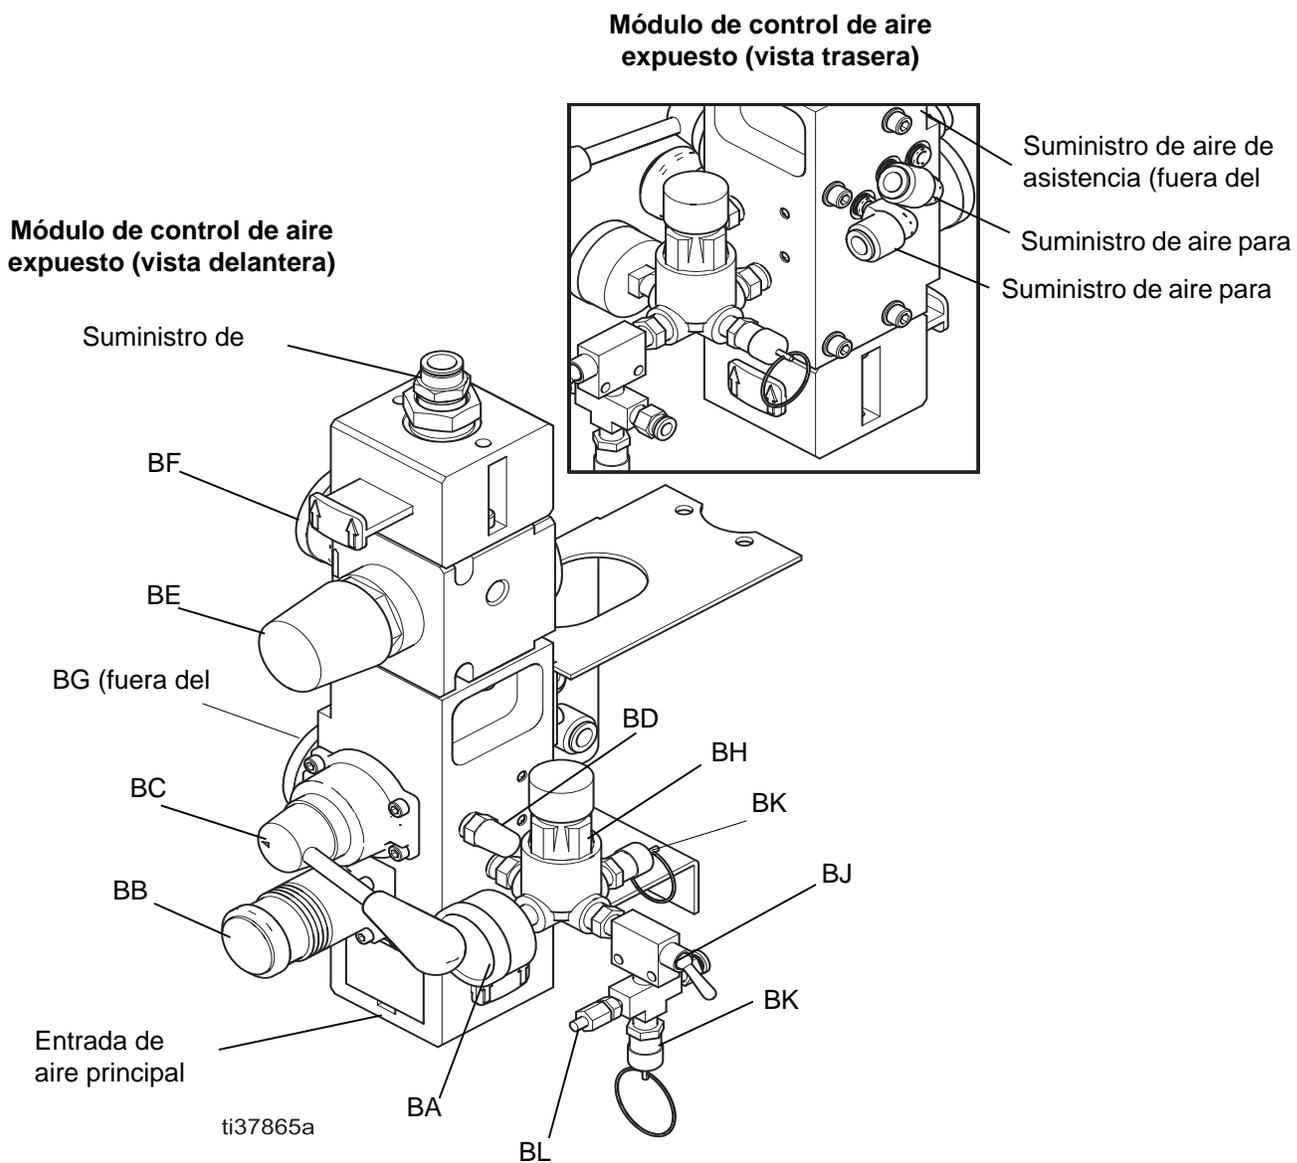

FIG. 2: Módulo de control de aire expuesto
- H Controles de aire expuestos (vea la FIG. 2)
Consulte la FIG. 2. El tamaño de la entrada de aire es de 3/4 npt(h) en los controles de aire expuestos. Los controles de aire integrados incluyen:
- **Válvula de aire principal (BA):** enciende y apaga el aire a todo el sistema. Una vez cerrada, la válvula libera la presión corriente abajo.
- **Regulador del aire del elevador (BB):** controla la presión arriba y abajo del elevador.
- **Interruptor/válvula directora del elevador (BC):** controla la dirección del elevador.
- **Puerto de escape con silenciador (BD)**
- **Regulador del motor neumático (BE):** controla la presión de aire hacia el motor.
- **Válvula deslizante/interruptor del motor neumático (BF):** activa y desactiva el aire al motor neumático. Cuando está cerrada, la válvula alivia el aire atrapado entre ella y el motor neumático.
- **Válvula de asistencia con aire (BG):** conecta y desconecta el aire para empujar la placa del elevador hacia afuera de un bidón vacío. Usa aire de la línea.
- **Regulador de aire de junta inflable (BH):** controla la presión de aire hacia la junta inflable.
- **Interruptor de junta inflable (BJ):** controla el inflado y desinflado de la junta de la placa del elevador.
- **Válvula de descarga de aire (BK):** alivia el exceso de presión de manera automática.
- **Válvula de purga de la junta (BL):** purga el aire de la junta inflable como sea necesario para ajustarse al angostamiento del bidón. Para los módulos de controles de aire expuestos, vea la FIG. 2.
1. Cierre la válvula deslizante del motor neumático (BF). Consulte la FIG. 2.
2. Vuelva a poner a cero el regulador de aire de dirección del elevador. Ponga el interruptor/válvula directora del elevador (BC) hacia ABAJO. El elevador bajará lentamente.
4. Gire el interruptor de la junta inflable (BJ) a cerrado.
6. Cierre la válvula de aire principal (BA).